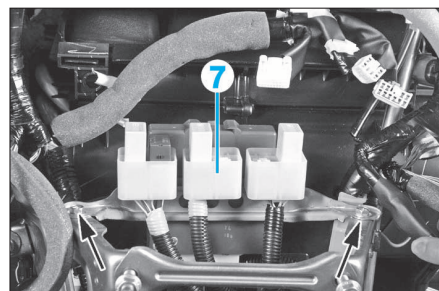

FIG. 15
- Déposer les 2 vis de fixation du bloc de relais (7) (fig. 15).